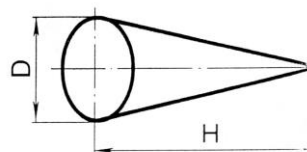

Рис. 5.13
5.19. Спроекувати контейнер у формі кругового конуса без дна місткістю  $V$  (рис.5.13). Якими повинні бути його геометричні характеристики  $D$  і  $H$ , щоб його бічна поверхня була мінімальною?